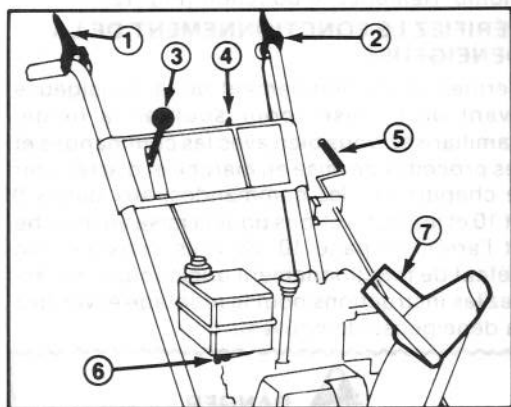

Figure 13
Commande de tarière (Fig. 13) — Cette commande a deux positions: EMBRAYÉE (Engage) et DÉBRAYÉE (Disengage). Pour embrayer la tarière et le rotor, compressez le levier contre la poignée du mancheron droit. Pour les débrayer, relâchez le levier.
Commande de traction (Fig. 13) — Pour ob-
Sélecteur de vitesse (Fig. 13) — Cette commande a quatre positions: marche arrière, 1, 2 et 3 (trois vitesses avant). Pour changer de vitesse, placez le levier à la position désirée. Le
Clé d'allumage (Fig. 13) — La clé d'allumage a deux positions: MARCHE (on) et ARRÊT (off). Mettez la clé en position MARCHE (on) avant de mettre le moteur en marche à l'aide du démarreur à rappel. Pour arrêter le moteur, mettez la clé en position ARRÊT (off).
Robinet d'arrêt d'essence (Fig. 13) — Ce robinet se trouve sous le réservoir d'essence. Fermez le robinet pour arrêter l'arrivée d'essence au carburateur et rouvrez-le pour rétablir l'alimentation. Fermez le robinet quand la déneigeuse ne sert pas.
Commande d'éjecteur (Fig. 13) — Tournez la manivelle de commande de l'éjecteur à droite pour orienter l'éjecteur vers la gauche et tournez la manivelle vers la gauche pour orienter l'éjecteur vers la droite.
Manette du déviateur (Fig. 13) — La manette du déviateur se trouve sur le dessus de l'éjecteur et sert à régler la hauteur du jet de neige.
3. Ouvrez le robinet d'arrêt d'essence sous le réservoir d'essence (Fig. 13).
5. Tournez la clé d'allumage en position de MARCHE (Fig. 13).